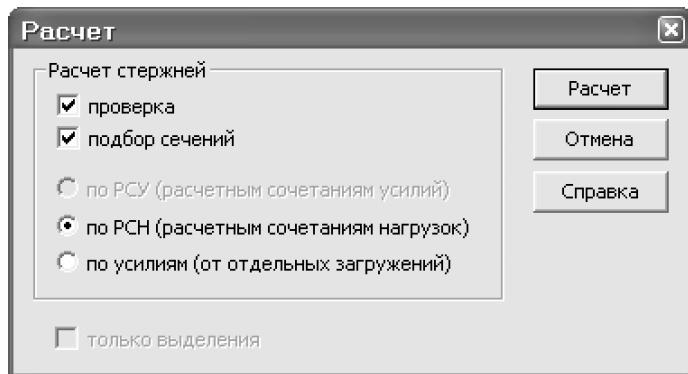

Рис.3.31. Диалоговое окно Расчет
- Для выполнения подбора и проверки назначенных сечений, с помощью меню **Расчет** ⇒ **Выполнить Расчет** (кнопка  на панели инструментов) вызовите диалоговое окно **Расчет** (рис.3.31).